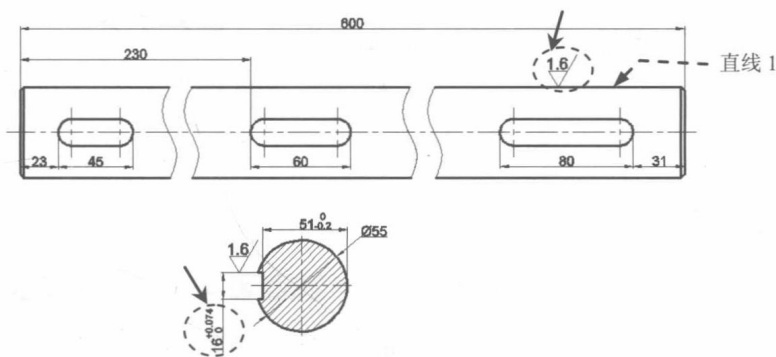

图 1.1.27 创建表面粗糙度标注
Step5. 创建图 1.1.27 所示的表面粗糙度标注。
(1) 创建图 1.1.27 中表面粗糙度数值为 1.6 的表面粗糙度标注。选择下拉菜单 **插入(I) → 块(B)...** 命令, 在 “插入” 对话框的 **名称(N):** 下拉列表中选择 “表面粗糙度符号” 选项, 单击 **确定** 按钮, 在图 1.1.27 所示的直线 1 上合适位置单击, 输入表面粗糙度数值 1.6, 按 Enter 键结束操作。
(2) 参照步骤 (1) 添加另一个表面粗糙度标注。